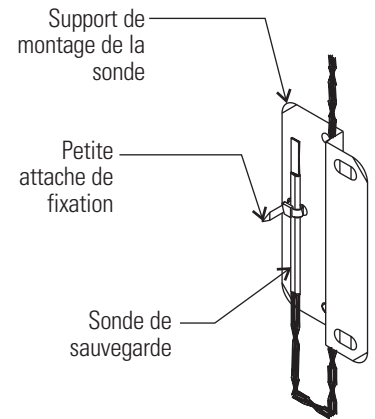

Figure 7-3. Sonde
2. Comme indiqué dans la Figure 7-3, faire passer la petite attache de fixation dans les ouvertures situées à l'avant du support. Fixer la sonde à l'arrière du support à l'aide de l'attache de fixation.